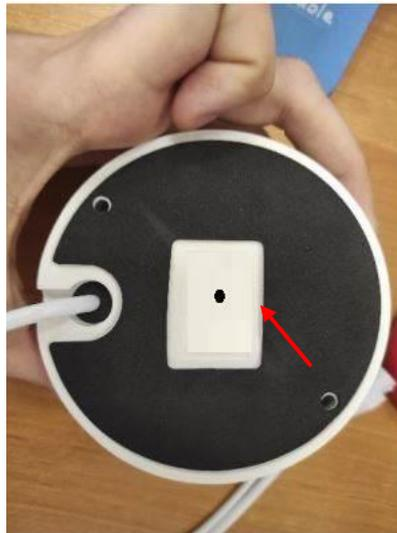

Рисунок 31
3.26. Поставить на основании каждой запрограммированной и проверенной видеокамеры маркировку в виде точки при помощи маркера перманентного черного цвета (рисунок 31).